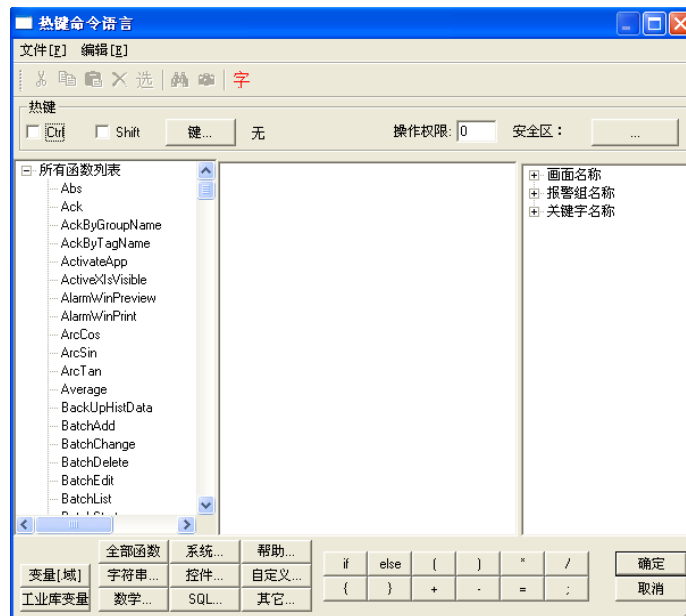

图 4-1
1、在工程浏览器左侧的“工程目录显示区”内选择“命令语言”下的“热键命令语言”选项，双击“目录内容显示区”的新建图标弹出“热键命令语言”编辑对话框，如图 4-1 所示。